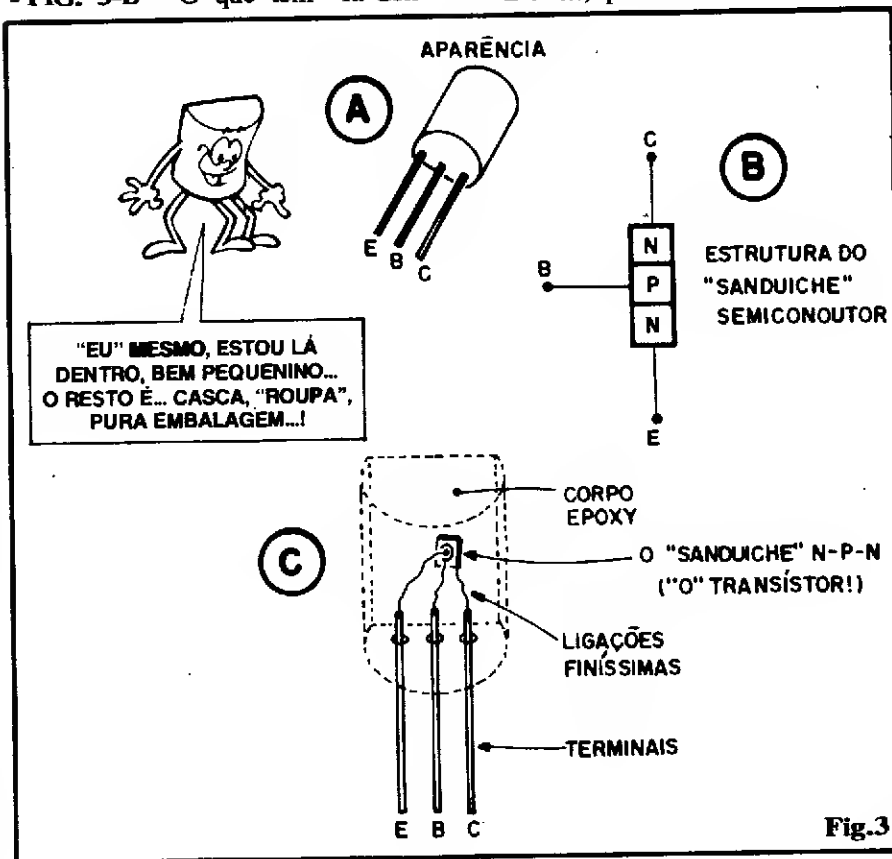

Fig.3
- FIG. 3 - E quanto aos transístores...? A mesma situação se configura! Aquele cilindrinho preto, chanfrado, com três "pernas" metálicas, que consideramos pe-
- FIG. 3-A - O "jeitão" de um transístor "universal" (baixa potência, baixa frequência, alto ganho...), feito um BC548 "da vida"...
- FIG. 3-B - O que tem "lá den-
- FIG. 3-C - O "sanduíche" semicondutor, ou seja: o transístor "real", é formado por uma minúscula (muito menor do que a totalidade do invólucro do tal "BC"...) pastilha de silício, sub-